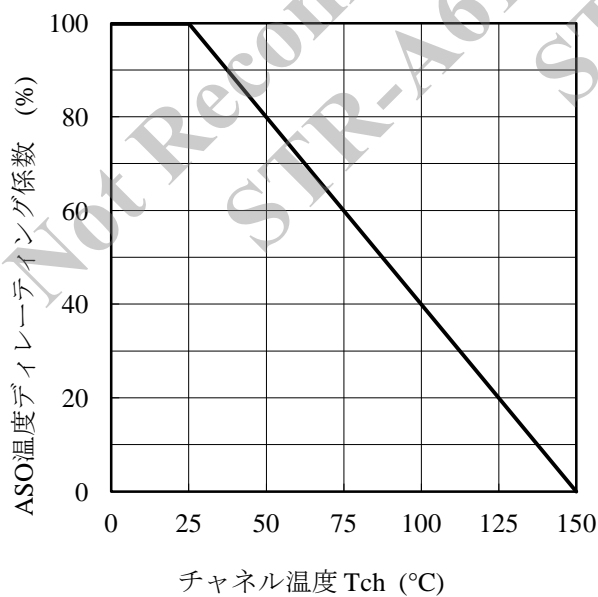

図 3-1 ASO 温度デイレーティング係数曲線
(1) 図 3-1 ASO 温度ディレーティング係数曲線参照
(2) 最大スイッチング電流とは、IC に内蔵している MOSFET のゲート-ソース間しきい電圧  $V_{GS(th)}$  と、IC 内部で設定しているゲートドライブ電圧によって制限されるドレイン電流です。 $T_A = -20 \sim 125\text{ }^\circ\text{C}$
(3) STR-A61×× :  $V_{1-3} = 0.86\text{ V}$ , STR-A61××M/E :  $V_{1-3} = 1.28\text{ V}$
- IC を使用する際は、図 3-1 より温度ディレーティング係数を求め、ASO 曲線のディレーティングを行います